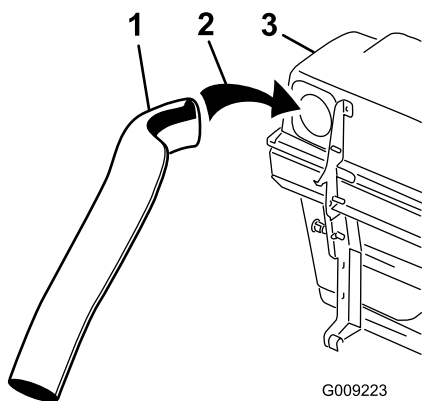

Figura 21
4. Instale el tubo superior en la abertura del ensacador y vuelva a retirarlo de manera que sobresalga el sello de goma (Figura 21).